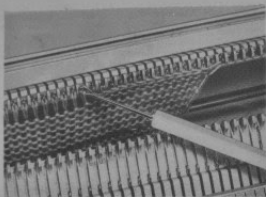

Рис. 36
Возникающие при этом на передней фонтуре длинные петли, закрепляются при опущенной фонтуре, справа налево с помощью язычковой иглы (33). При этой работе вязание остается на иглах (рис. 36). Отверстия в нити продеваются через петлю на краю.